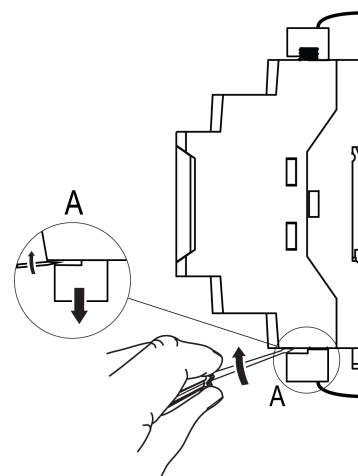

Рисунок 5.3 – Отсоединение съемных частей клемм
3. Не демонтировать внешние линии связи. Отделить от шлюза съемные клеммники с проводами с помощью отвертки или другого подходящего инструмента (см. рисунок 5.3).